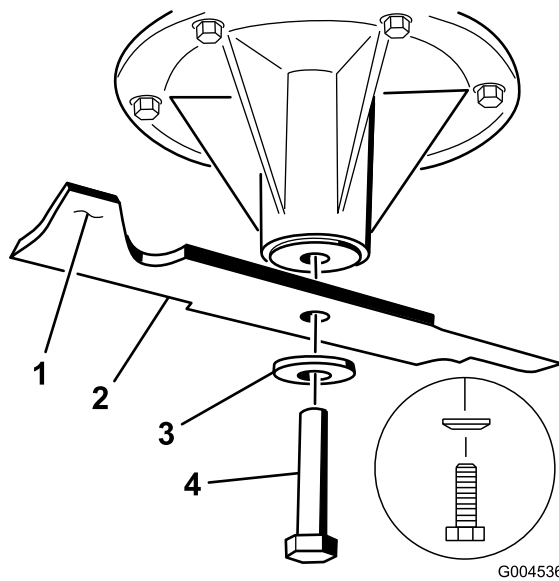

Рисунок 109
2. Удалите болт ножа, изогнутую шайбу и снимите нож с вала шпинделя (Рисунок 109).